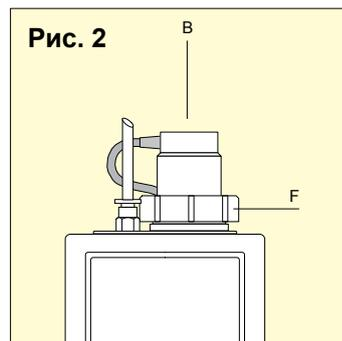

Рис. 2
Открутите поджимную гайку (F), чтобы снять держатель датчика (B) со штуцера подачи газа экстрактивного модуля ХТ - Рисунок 2.